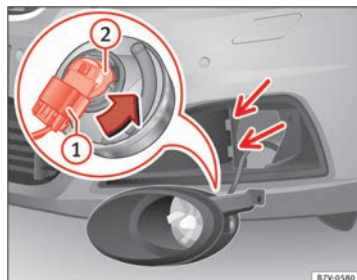

Fig. 210 Cambio de las lámparas de los faros.
4. Inclíne el faro ligeramente hacia delante y extraígalo de sus alojamientos laterales ⇒ fig. 210 (flechas pequeñas).
5. Desbloquee el conector ⇒ fig. 210 ① y retírelo.
6. Gire el portalámparas ⇒ fig. 210 ② hasta el tope hacia la izquierda, en el sentido de la flecha, y extraígalo junto con la lámpara retirándolo hacia atrás.
9. Encaje el conector ⇒ fig. 210 ① en el portalámparas ⇒ fig. 210 ②. El conector debe encastrar de forma audible.
10. Coloque el faro en los alojamientos ⇒ fig. 210 (flechas pequeñas) e inclínelo hacia atrás.